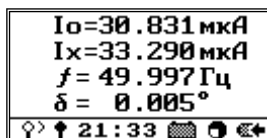

Рисунок 71
7.1.3.16 Нажатие кнопки **Enter** запускает второй этап измерений. По истечении двух-трех интервалов усреднения, когда на экране будут отображаться стабильные повторяющиеся значения (рисунок 71), нажмите кнопку **Enter** и зафиксируйте набор отображаемых данных (токи  $I_{o2}$  и  $I_{x2}$ ) в качестве результатов второго этапа. При необходимости сохранения измеренных величин на SD-карте нажмите кнопку .